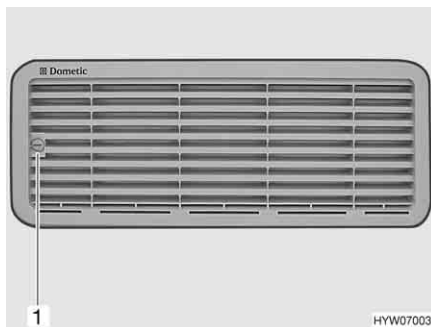

Fig. 179 Griglia di aerazione del frigorifero (Dometic piccolo)
- Con l'ausilio di una moneta ruotare la vite (Fig. 179,1) di un quarto di giro.